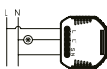

Рисунок 2.2
- без выключателя (см. рисунок 2.2);